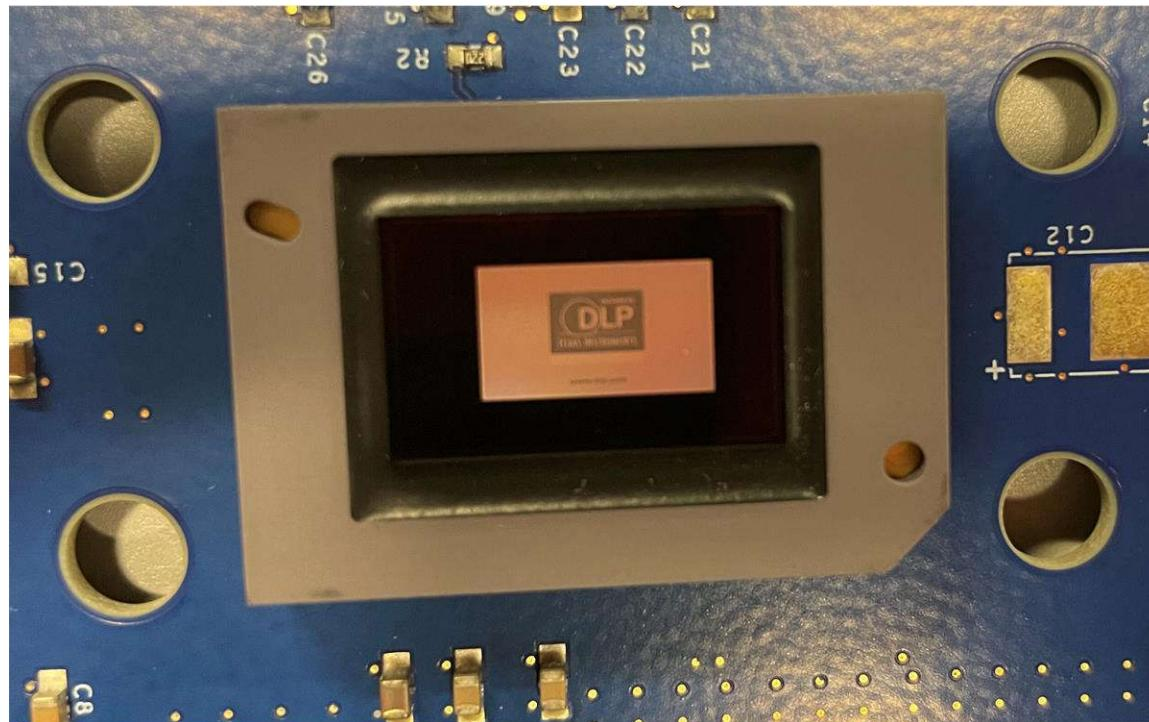

図 3-5. DMD に表示されるスプラッシュ画像
- d. SW5 と SW1 の各スイッチをオンの位置に切り替えて、EVM をオンにします。約 3 秒後、D5、D6、D7 の各 LED が点灯し、D15 の LED が点滅していることがわかります。DLP テキサス インstrument のロゴは DMD に見ることができます。図 3-5 を参照してください。